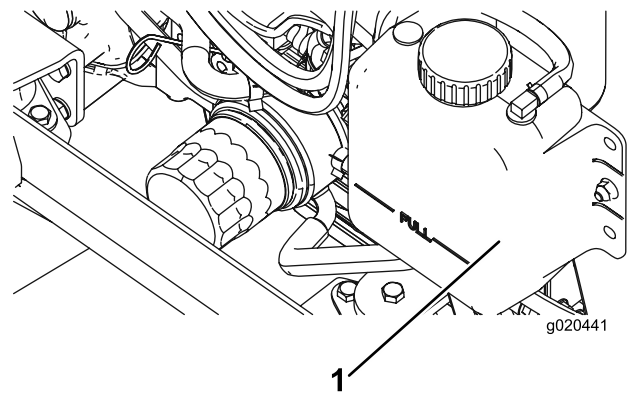

Figura 109
1. Retire cuidadosamente el tapón del radiador y el tapón del depósito de expansión (Figura 109).